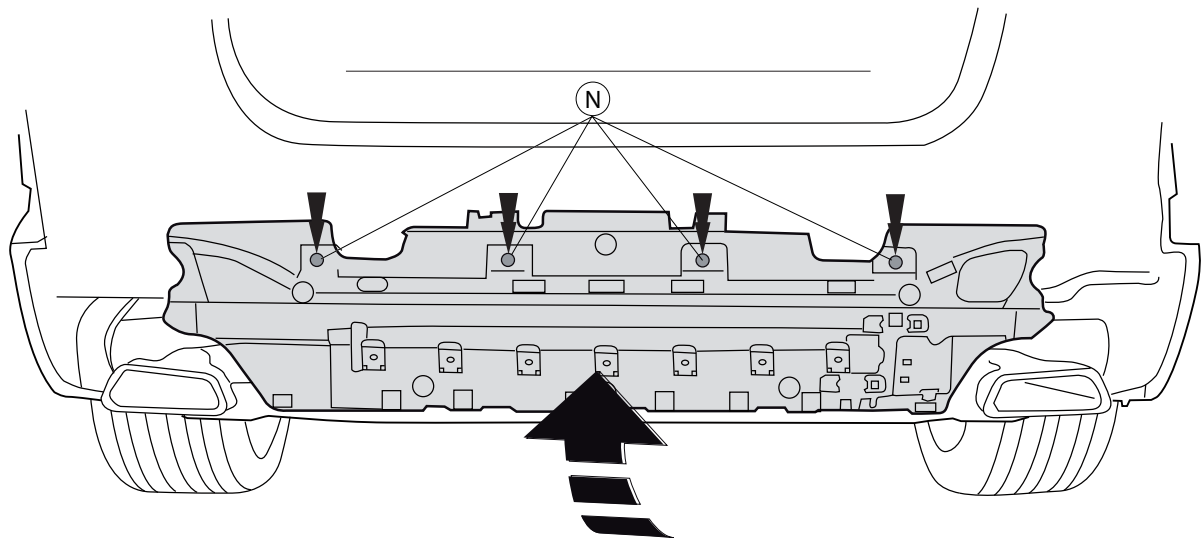

Fig.3
7. Установить пластмассовый корпус на поперечный брус буксирного крюка в точках N. См. рисунок 3.